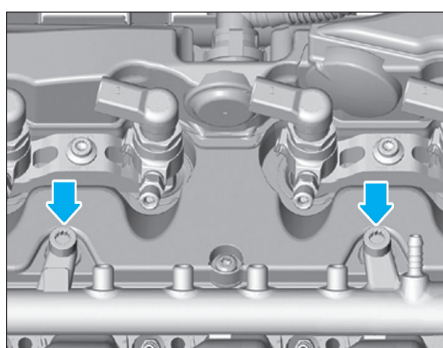

FIG. 78
- Déposer les vis de fixation de la rampe commune puis l'extraire (Fig.78).